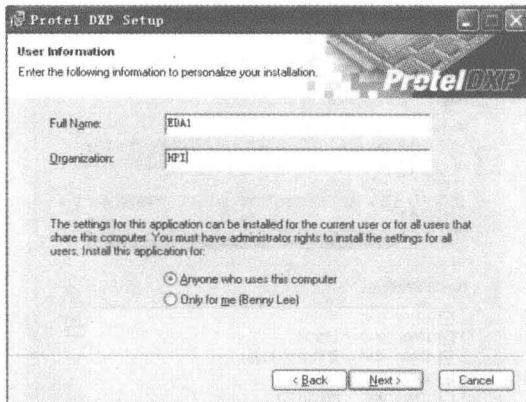

图 1-6 “设计者信息”对话框
- 4) 接着弹出如图 1-6 所示的“设计者信息”对话框，设计者可以在对话框中输入设计者名和单位名称，并设定该软件的使用权限，然后单击 **Next >** 按钮继续下一步。